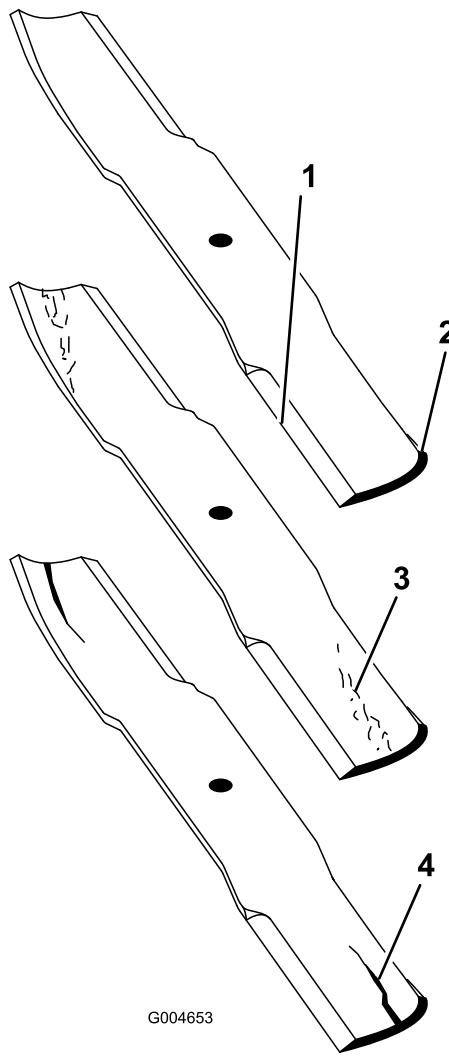

図 93
1. 刃先の部分を点検する図 93。
2. ブレードを点検、特に立ち上がりの湾曲部図 93をていねいに点検する。
注 破損、磨耗、割れの発生などがあれば、直ちに新しいブレードに交換する図 93。